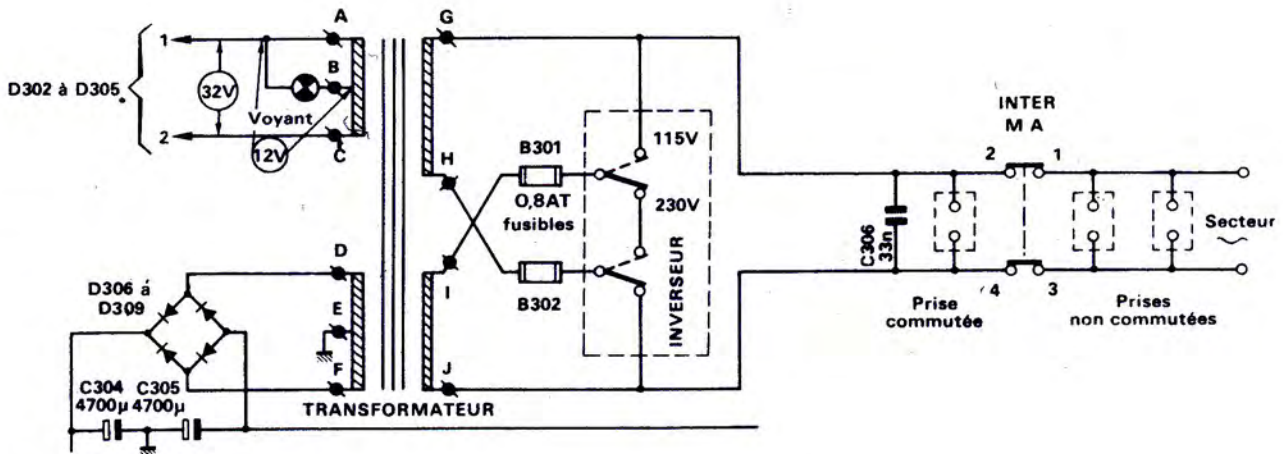

Fig. 3
- Effectuer le raccordement en vous référant au schéma de la figure 3.